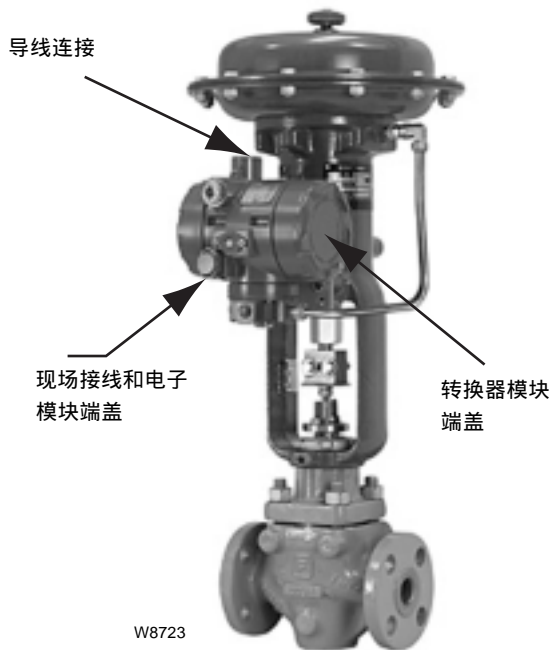

图 3. 安装在尺寸 30 的 667 型滑杆执行机构上的 i2P-100 电 - 气转换器
转换器 (图 3 所示) 接收一个 4-20 毫安的直流输入信号, 然后按照用户设定的比例输出一个对应的压力信号送往最终控制元件。压力输出范围通常为 0.2-1.0 bar (3-15 psig) 和 0.4-2.0 bar (6-30 psig)。采用转换器的典型场合是以气动控制阀组件作为最终控制元件的自动控制回路。转换器的输入信号和输出压力范围注明在外壳的铭牌上。
当转换器作为所订购的控制阀组件的一部分时，工厂会将转换器装配在执行机构上，连接上必须的管道，并按照订单的指定要求对转换器进行调节。图 3 和 4 为典型的安装配置。
1. 拆除电子模块端盖（端盖邻近导线进口，见图 3 和 4）